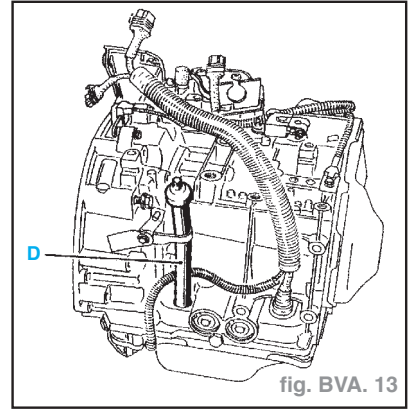

fig. BVA. 13
- Le remplissage s'effectue par le tube (**D**) (fig. BVA. 13).